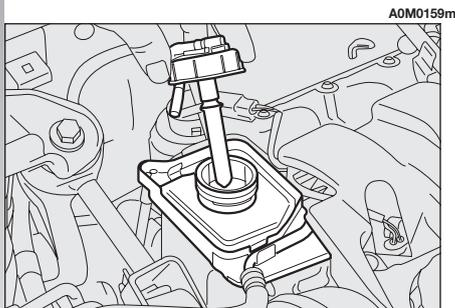
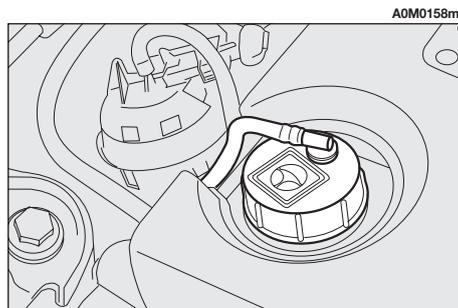
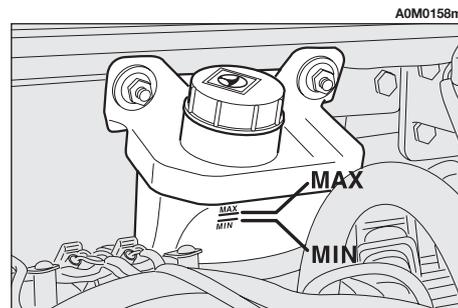

fig. 17
fig. 18
fig. 19
**LIQUIDO SERVOSTERZO****Fig. 17:** versioni T.SPARK**Fig. 18:** versioni 2.0 JTS**Fig. 19:** versioni 2.5 V6 24V e JTD